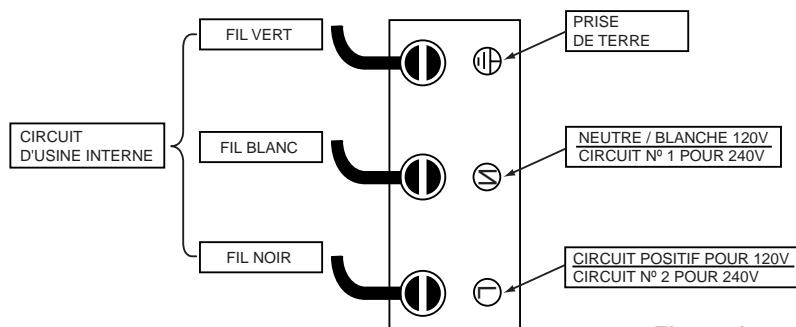

Figure 17.
- Lors du branchement de l'alimentation au « Circuit de Raccord» à l'intérieur de la boîte à fusible, suivez la polarité comme il est indiqué ci-dessous. Lors du branchement à 120V AC, assurez-vous de brancher le câble au raccord (L), le câble neutre au raccord neutre (N) et la prise de terre au raccord terre (GND), voir dessous, **Figure 17**.